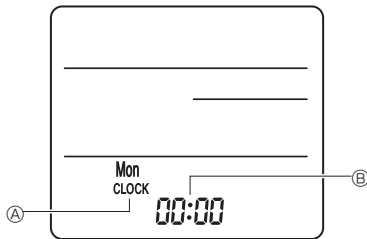

Fig. 6-8
3) Impostazione (Impostazione orologio) (Fig. 6-8)